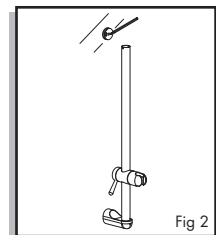

Fig 2
2. Locate where you want to install the slide bar. It should be mounted(Fig 2).
2. Decida dónde desea instalar la barra(Fig2).
2. Déterminer l'emplacement de la barre de montage. Elle doit être fixée(Fig 2).